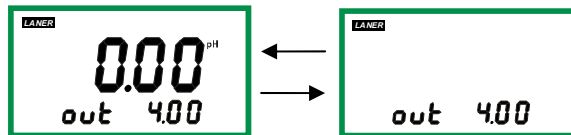

图 7-20
1、正常测量状态下按 SET 键，进入 4~20mA 输出范围设置状态，如图 7-20 显示即可进行输出范围启始值调整，设定点以下数值均输出 4mA。